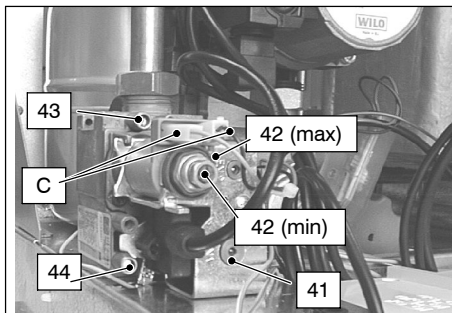

fig. 7.3
Dopo ogni misurazione delle pressioni gas, **richiudere bene** le prese di pressione utilizzate (44 e 43 in fig. 7.3). Dopo ogni operazione di regolazione gas **gli organi di regolazione della valvola devono essere sigillati**.
- 2 A caldaia spenta (fuori servizio), controllare la pressione di alimentazione utilizzando la presa 44 in fig. 7.3 e confrontare il valore letto con quelli riportati nella tabella **Pressioni di alimentazione gas** a pag. 12, 14
- 4 Aprire la presa di pressione 43 in fig. 7.3 e collegare un manometro.
Per tarare la pressione al bruciatore agire sul dado esagonale grande in ottone dell'operatore modulante 42 *max* in fig. 7.3 (ruotando in senso orario la pressione aumenta).
- 11 Sconnettere il filo di alimentazione "C" dell'operatore modulante 42. Fare attenzione che non vada a toccare le parti metalliche della caldaia fig. 7.3
Per tarare la pressione al bruciatore agire sulla vite in plastica (42 *min* in fig. 7.3) tenendo fermo il dado esagonale in ottone grande (42 *max* in fig. 7.3) dell'operatore modulante (ruotando in senso orario la pressione aumenta).
- 13 Collegare il filo di alimentazione "C" dell'operatore modulante fig. 7.3
- 17 **Chiudere la presa di pressione 43** in fig. 7.3